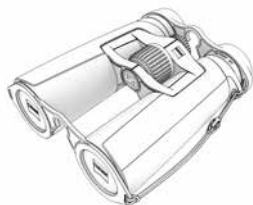

Fig. 5
**Hinweis:** Durch die Ösen an dem Okularschutzdeckel den Trageriemen nur einfach durchführen. Bevor der Trageriemen, wie in **Fig. 5** dargestellt, angebracht wird, sollte die Riemenlänge auf die gewünschte Länge durch Nachführen oder Nachlassen des Riemens eingestellt werden. Auf der anderen Seite des Okularschutzdeckels verfahren Sie bei Bedarf bitte in der gleichen Reihenfolge. Der Okularschutzdeckel kann nach eigenem Ermessen, auch nur auf einer Seite angebracht werden.